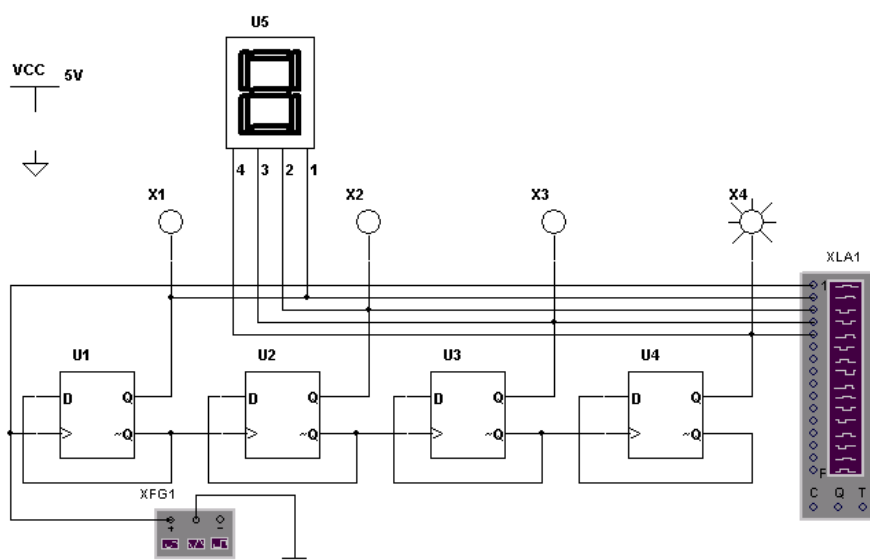

Рис. 1. Четырехразрядный суммирующий счетчик
1. Нарисовать схему четырехразрядного счетчика, считающего в прямом направлении (рис. 1).
4. Построить в тетради схему рис.1, подписать все элементы, находящиеся на схеме.